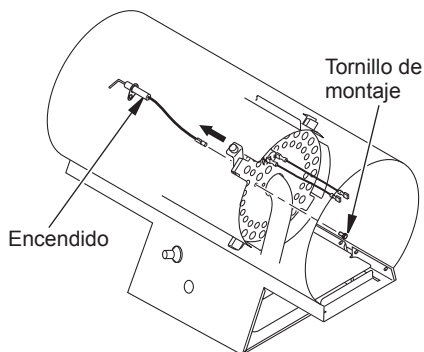

Figura 11 - Extracción del tornillo de montaje del encendido y el encendido
3. Quite de la cabeza posterior el tornillo de montaje del encendido utilizando un destornillador para tuercas o un destornillador convencional (consulte la figura 11).